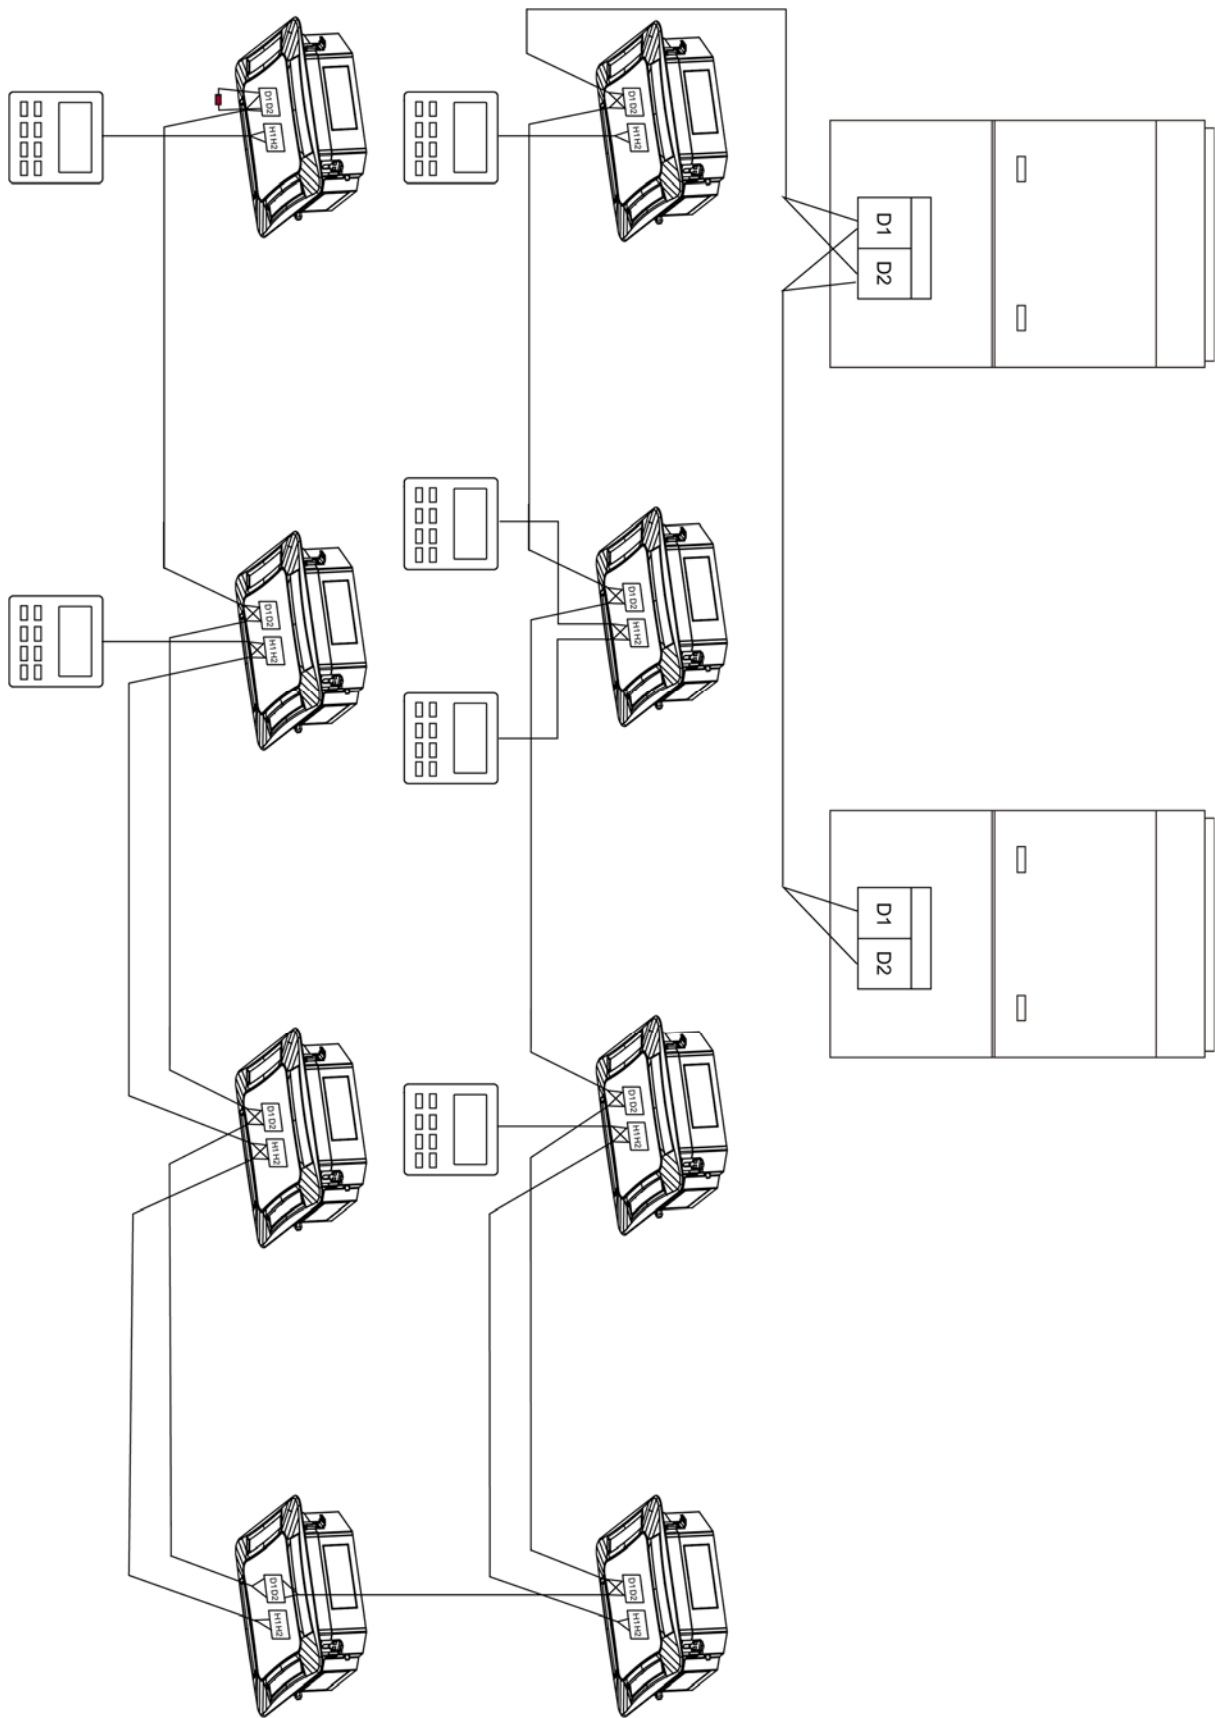

Рис.5.5
- (1) Провод связи внутреннего блока и наружного блока (или внутреннего блока) подсоединяется к D1, D2.
- (2) Проводной контроллер подключен к H1, H2.
- (3) К одному внутреннему блоку можно подключить два проводных контроллера, которые должны быть установлены как главный и подчиненный.
- (4) Один проводной контроллер может управлять максимум 16 внутренними блоками одновременно. (Как показано на Рис.5.5) ... немедленно прекратите его использование и обратитесь за помощью в местный сервисный центр.